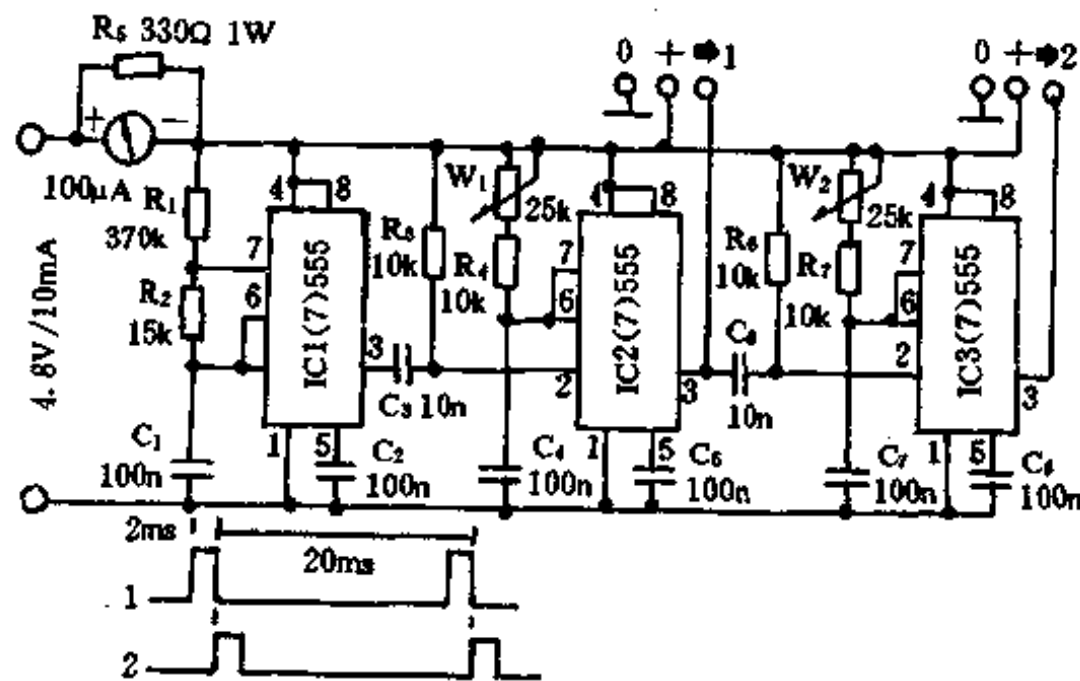

图 1-189
该测试器(见图 1-189),可测两台伺服电机,如要测更多的伺服电机,则可串上更多的 555 定时器,最多可串八级。电路中,IC1 组成一多谐振荡器,图中给出的值,IC 的③脚上输出的脉冲周期为 20ms。IC2 组成的单稳电路,该电路的输出脉宽由  $W_1$  调节, $W_1$  和  $R_4$  串联可保证输出脉冲宽度范围很大,以适合于各类伺服电机,对典型应用为 1~2ms。